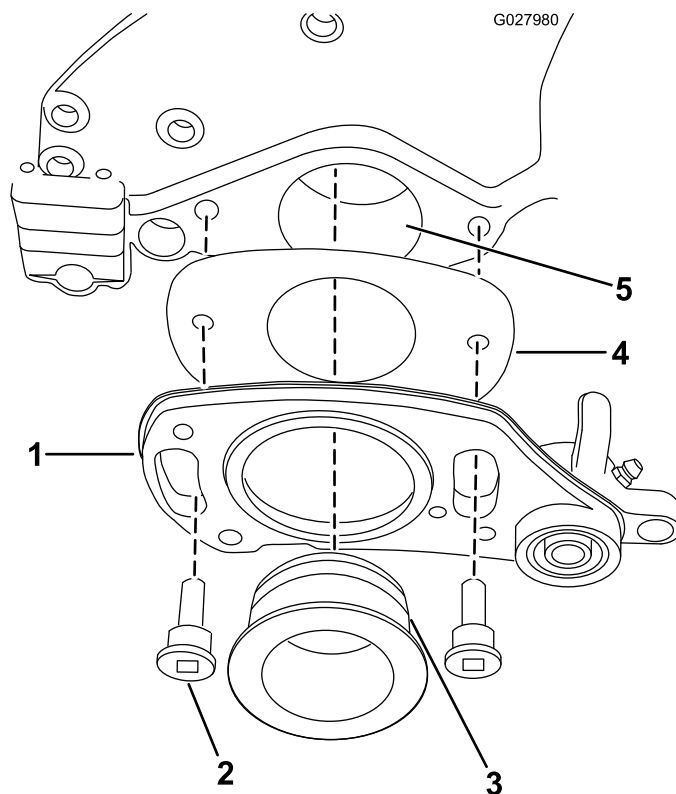

Figura 7
12. Fate scorrere la piastra di spessoramento dietro il gruppo di rotazione destro come mostrato in **Figura 7**.
13. Lubrificate leggermente l'O-ring e la perforazione pilota con del grasso (**Figura 7**).
14. Assicurate il gruppo di rotazione con 2 bulloni di spallamento come mostrato in **Figura 7**.